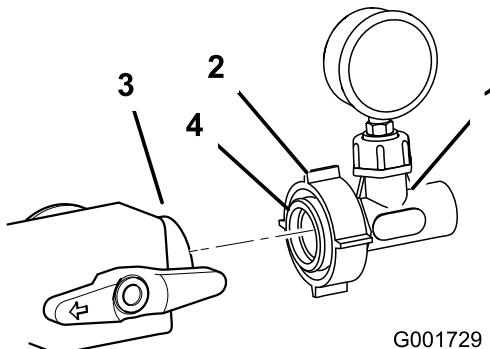

Figura 14
- Lubrificate l'O-ring nel riduttore con un lubrificante non a base di petrolio, quale un olio vegetale (Figura 14).
precedentemente installata (Figura 14). Serrate il dado di plastica per fissare il gruppo alla valvola.